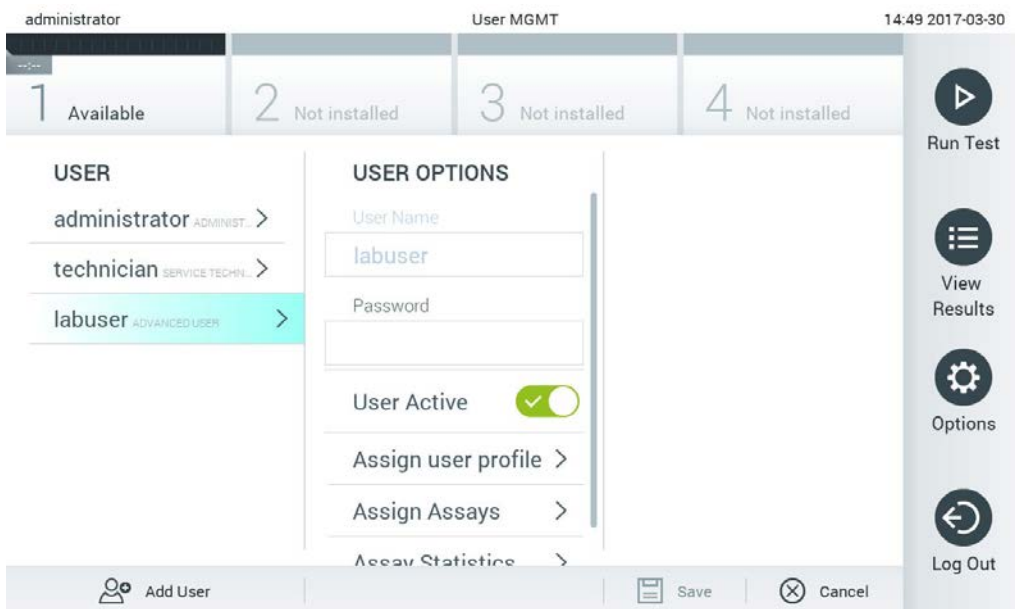

Figura 59. Seleção e gestão de utilizadores.
2. Seleccione o utilizador a gerir a partir da lista na coluna esquerda da área de conteúdo (Figura 59).